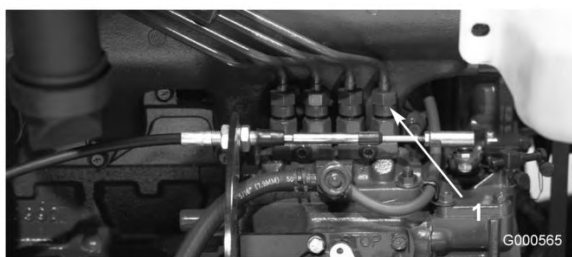

Figura 41
1. Afloje la conexión entre el tubo y el conjunto de la boquilla y soporte del inyector N° 1 en la bomba de inyección (Figura 41).